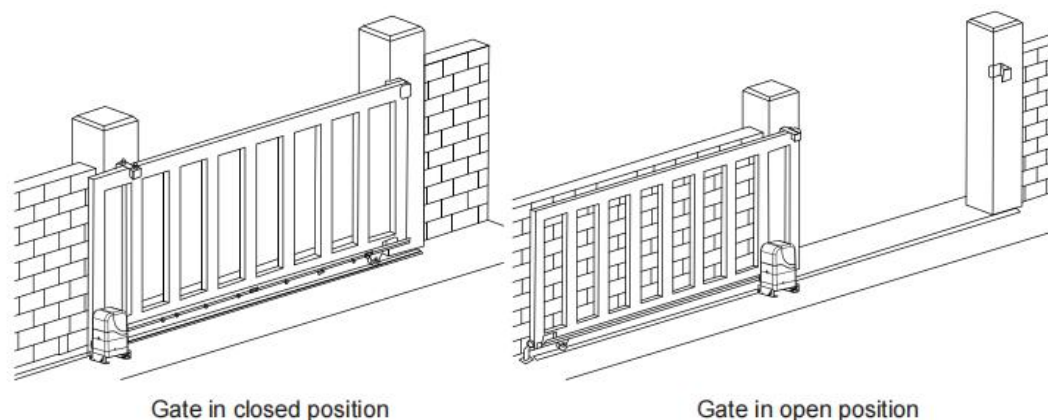
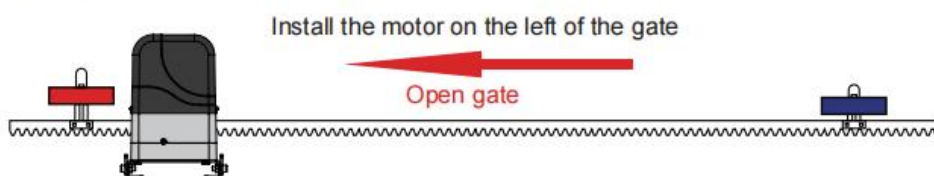

Fig 5
Fig 11
Ako vaša kapija treba da se otvara s desne na levu stranu (Fig 5), vaš motor treba da bude montiran na levoj strani kao što je prikazano, biće potrebno da prebacite 2 žice motora (vidi Fig 13) nasumično. I zamenite pozicije dva magneta (Fig 11).
- ◆ Uverite se da je otvarač instaliran u ravnom i paralelnom položaju i da je pravilno osiguran i da se kapija može glatko pomerati ručno pre nego što se instalira motor (Fig 5).